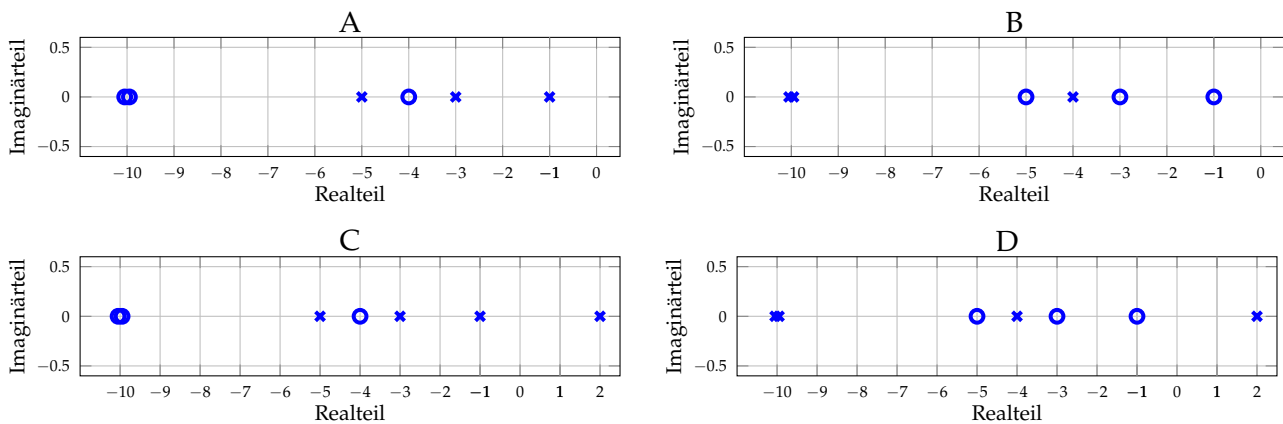

Abbildung 4: Pol-Nullstellendiagramm (x-Polstelle, o-Nullstelle)
- d) Ordnen Sie die Stellsensitivität $S_u(s)$ des Regelkreises aus Aufgabenteil b) einem PN-Diagrammen in Abb. 4 zu! Begründen Sie Ihre Wahl.